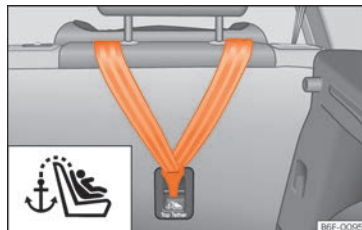

Fig. 29 Retro dei sedili posteriori: occhielli di ancoraggio per cintura Top Tether.
- Far scorrere la cinghia e fissarla correttamente al punto di aggancio della parte posteriore dello schienale »» fig. 29.